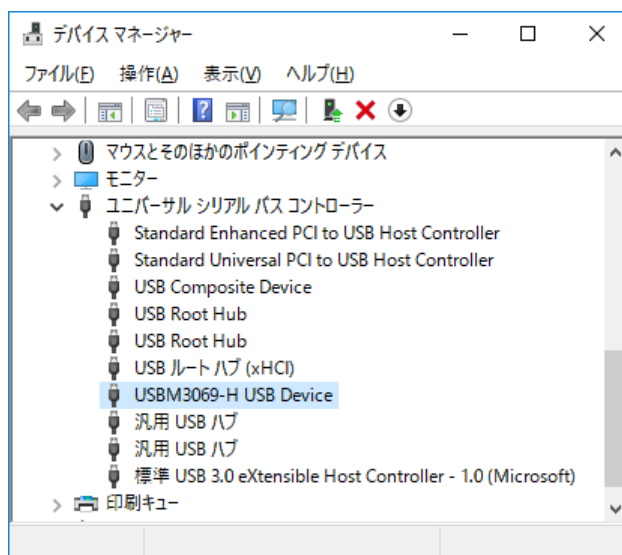

図 12 Windows 10 のドライバインストール確認
- ⑤ デバイスを USB ケーブルでパソコンに接続します。図 12 のように「デバイス マネージャ」の画面に「USBM3069-H USB Device」と表示されれば、ドライバが正しくインストールされています。